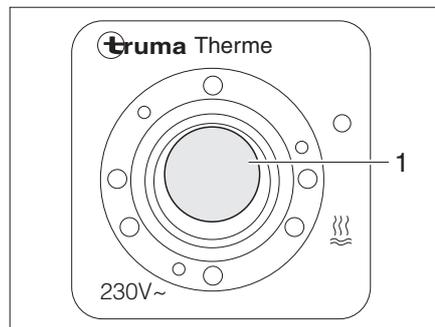

Fig. 122 Commutateur de commande du Therme
Le commutateur de commande (Fig. 122) permet la mise en service en mode de fonctionnement électrique. Le voyant de contrôle (Fig. 122,1) placé sur le commutateur doit s'allumer.
- Mettre le commutateur de commande (Fig. 122) en marche. Le voyant de contrôle (Fig. 122,1) placé sur le commutateur s'allume.
- Mettre le commutateur de commande (Fig. 122) hors circuit. Le voyant de contrôle (Fig. 122,1) placé sur le commutateur s'éteint.
- Mettre le commutateur de commande (Fig. 122) hors circuit. Le voyant de contrôle (Fig. 122,1) placé sur le commutateur ne s'allume pas.